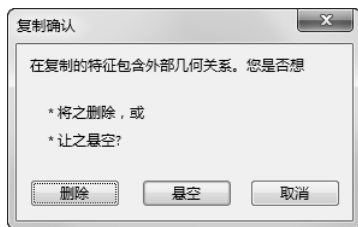

图 7-76 “复制确认”对话框
- 3) 如果特征具有限制其移动的定位尺寸或几何关系，则系统会弹出“复制确认”对话框，如图 7-76 所示，询问对该操作的处理。